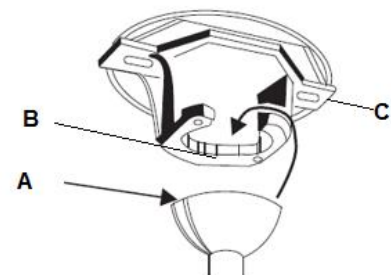

Fig. 7
Levante el conjunto del ventilador y móntelo en el soporte mural. Asegúrese de que la ranura de llave (A) de la bola de la tija esté posicionada sobre la clavija de la llave (B) del soporte mural (C) para que el ventilador no pueda girar cuando esté funcionando. **Fig. 7**